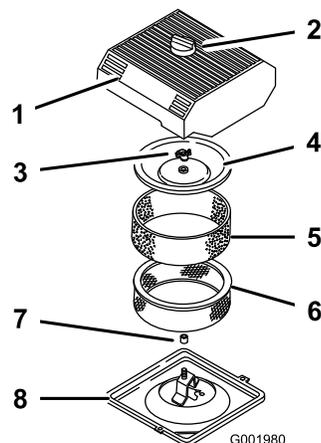

Рисунок 39
3. Очистите область вокруг воздушного фильтра для предотвращения попадания загрязнений в двигатель, что может вызвать его повреждение (Рисунок 39).
4. Ослабьте ручку крышки воздухоочистителя и снимите крышку (Рисунок 39).
5. Осторожно снимите элемент из вспененного материала с бумажного элемента (Рисунок 39).
6. Отверните гайку крышки и снимите крышку и бумажный элемент (Рисунок 39).
1. Осторожно наденьте элемент из вспененного материала на бумажный элемент воздухоочистителя (Рисунок 39).
3. Установите гайку крышки, затянув ее от руки, чтобы прижать крышку (Рисунок 39).
4. Установите крышку воздухоочистителя и ручку (Рисунок 39).